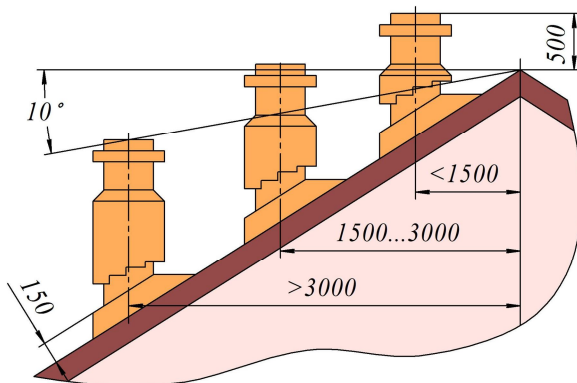

Рис. 5. Высота дымохода над крышей
- **высота дымохода должна быть не менее 5...8 м (меньшее число – для котлов мощностью 12,5 кВт, большее – 80 кВт, см. табл.1а, 1б) от колосниковой решетки.** При прохождении дымохода сквозь не отапливаемое помещение под крышей, его необходимо утеплить. Высоту дымохода, которая выступает над крышей нужно принимать (рис.5):